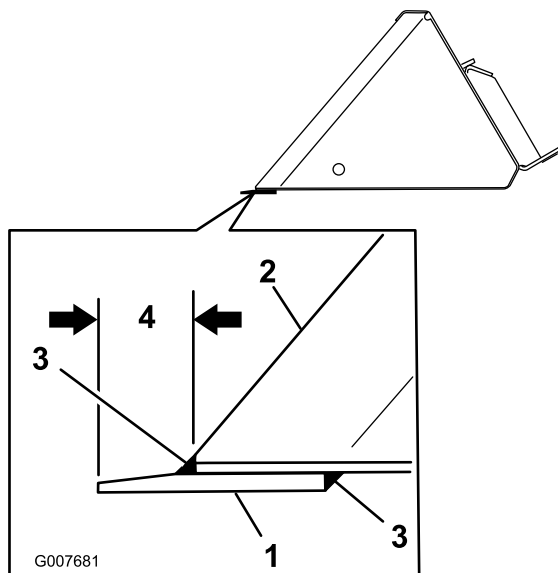

Figure 1
- Sujete el filo debajo del borde delantero del cucharón con mordazas (Figure 1), asegurándose de dejar sitio suficiente para soldar toda la longitud de las costuras delantera y trasera.
- Para los modelos 22409 y 22410, sujete el filo de manera que sobresalga 3,2 cm (1-1/4 pulg.) del borde delantero del cucharón (Figure 1).